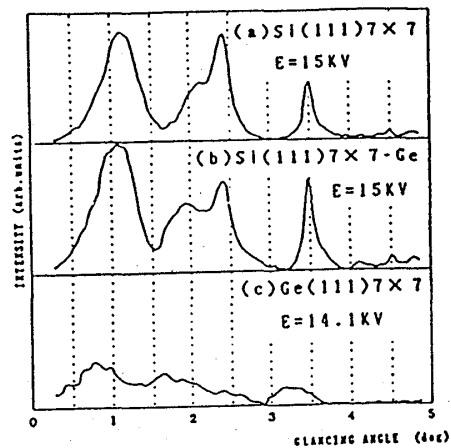

図 2
7 構造が観察される。Ge と Si 原子の類似性を考えると、この 2 種類の 7×7 構造及び Si (111) 清浄表面の 7×7 構造には何等かの関連があると予想される。そこでこの 3 つの構造について RHEED 図形の写真撮影及び逆格子ロッドの強度測定を行い、比較検討を行った。3 つの構造について条件を変えて RHEED 図形を写真に取り、超格子スポット同士の相対的な強度を比較すると、3 つとも非常によく似ていることがわかった。大きな違いは、Ge が吸着した 2 種の 7×7 構造はその超格子スポットの強度が清浄表面に比べて強いと言う点であるが、これは Si と Ge の原子散乱因子の違いとして理解できる。逆格子ロッドの測定結果の 1 例を図 2 に示す。これを見ると Si (111) と Si (111) - Ge の 2 つはその強度分布が非常によくにており、RHEED 図形の観察結果も考えると 2 つの構造がほぼ同一の原子配列構造をしていると考えられる。一方 Ge (111) は他の 2 つとは異なった強度分布をしているように思われるが、ピークがブロードになっている点を除くと、他の 2 つの強度分布におけるピークに対応してやや低角側にピークが存在することが分かる。他のロッドの結果を比較しても同様な傾向がみられる。ピークが低角側にずれているということは Ge (111) 7×7 構造の格子定数が他の 2 つに比べて大きくなっていることを示していると思われる。またこの様な強度をロッドに沿った方向に平均し、ロッド同士の強度関係を比較すると 3 つの構造ともよく似た分布を示すことが分かった。